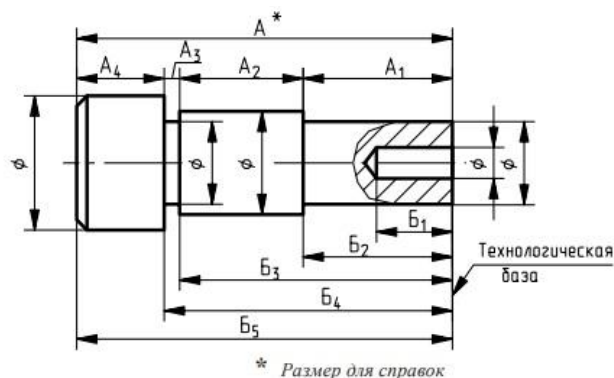

Рисунок 1. Метод нанесения размеров
**Координатный метод** – все размеры Б1, Б2, Б3, Б4, Б5 наносят от одной и той же базовой поверхности (см. рис. 1). Этот метод отличается значительной точностью изготовления детали. При нанесении размеров этим методом необходимо учитывать повышение стоимости изготовления детали.